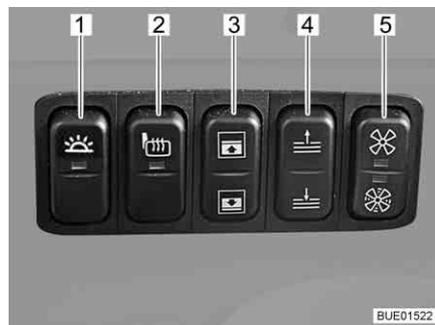

Fig. 34 Panel de interruptores Grand Panorama
- Pulsar el interruptor (Fig. 34,1) en el panel de interruptores.
- Volver a pulsar el interruptor (Fig. 34,1) en el panel de interruptores
- Pulsar el interruptor (Fig. 34,2) en el panel de interruptores. La luz de control en el interruptor indica el funcionamiento.
- Pulsar la parte superior o inferior del conmutador (Fig. 34,4) en el panel de interruptores. El parasol se desplazará hacia arriba o abajo mientras que se esté pulsando el conmutador.
- Pulsar la parte superior o inferior del conmutador (Fig. 34,3) en el panel de interruptores. El oscurecedor de la luna delantera se desplazará hacia arriba o abajo mientras que se esté pulsando el conmutador.
- Pulsar la parte superior del conmutador (Fig. 34,5) en el panel de interruptores. Un ventilador soplará el aire de la calefacción del habitáculo sobre la luna delantera (nivel 1).
- Pulsar la parte inferior del conmutador (Fig. 34,5) en el panel de interruptores. Un ventilador soplará el aire de la calefacción del habitáculo sobre la luna delantera (nivel 2).